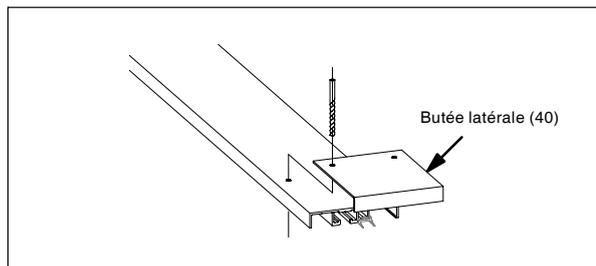

Fig. 12 Trou inférieur dans le profilé vertical simple
12. Percer avec la butée centrale comme guide le trou inférieur \varnothing 6 mm pour la vis d'étanchéité dans le profilé vertical **dans les deux canaux extérieurs** voir fig 12.